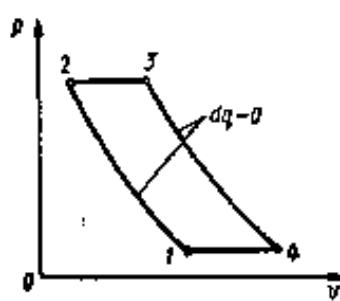

Рис. 1
1. Определить термический к.п.д. η_t , относительный к.п.д. $\eta_0 = \eta_t / \eta_K$ и работу цикла l_u газотурбинной установки (ГТУ) с подводом теплоты по изобаре (рис. 1), если параметры рабочего тела на входе в компрессор $p_1 = 0,1 \text{ МПа}$, $t_1 = 0^\circ\text{C}$; степень повышения давления в компрессоре $\beta = p_2/p_1 = 9$; температура газов, поступающих на лопатки турбинного колеса, $t_3 = 510^\circ\text{C}$; рабочее тело - 1 кг сухого воздуха, $k=1,41$; $c_p=1,005 \text{ кДж/(кг·К)}$.
2. В термодинамическом цикле ГТУ с подводом теплоты при $p = \text{const}$ (рис. 1) известны следующие параметры: $t_1 = 17^\circ\text{C}$; $\beta = p_2/p_1 = 3,5$; $t_3 = 650^\circ\text{C}$. Определить удельные индикаторный и эффективный расходы топлива в установке, если теплотворная способность топлива $Q_p^H = 41\,000 \text{ кДж/кг}$, расход воздуха $M_B = 5000 \text{ кг/ч}$, относительный индикаторный (внутренний) к.п.д. установки $\eta_{0i} = 0,73$, механический к.п.д. $\eta_M = 0,88$. При расчете пренебречь разницей в физических свойствах воздуха и продуктов сгорания топлива, а также количеством теплоты, идущим на нагревание топлива и стенок камеры сгорания, и потерями теплоты от неполноты сгорания топлива. Рабочее тело - 1 кг сухого воздуха, $k=1,41$; $c_p=1,005 \text{ кДж/(кг}\cdot\text{К)}$.